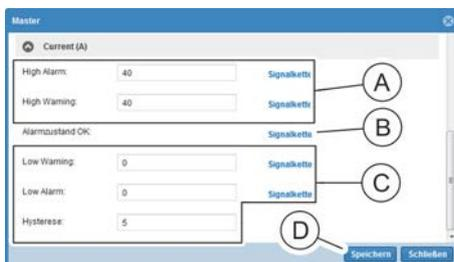

Abb. 163: Fenster "Master"
4. Im Bereich „Current (A)“ einen Wert für „High Alarm“ und „High Warning“ eingeben (Abb. 163/A).
7. Im Bereich „Current (A)“ dem Parameter „Alarmzustand OK“ (Abb. 163/C) bei Bedarf eine Signalkette zuweisen (analog zu Schritt 5 und 6).
8. Im Bereich „Current (A)“ einen Wert für „Low Warning“, „Low Alarm“ und „Hysteresis“ eingeben (Abb. 163/D) und eine Signalkette zuweisen (analog zu Schritt 5 und 6).
9. ➤ Auswahl über die Schaltfläche „Speichern“ (Abb. 163/ⓐ) bestätigen.